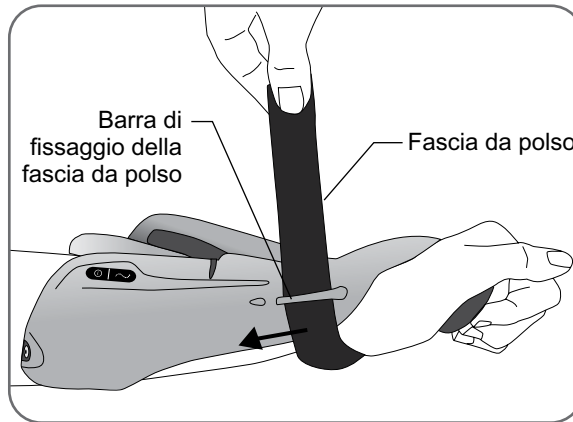

Figura 10-1 - Come slacciare la fascia da polso
2. Slacciare con cautela la fascia da polso ed estrarla dalla barra di fissaggio della fascia da polso (Figura 10-1).